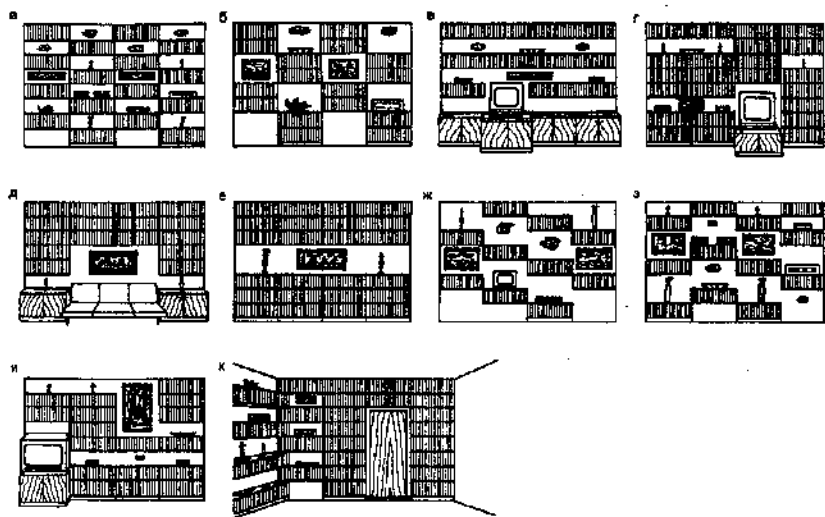

Рис. 182. Композиции из полок
**Композиции из полок.** С помощью книжных полок можно создать подлинно индивидуальный интерьер (рис. 182). И чем больше полок, тем разнообразнее композиционные возможности их использования. 12—16 штук для комнаты площадью 16—18 квадратных метров — количество вполне достаточное и для книг, и для различных предметов. Но даже 6—8 полок можно выразительно разместить в интерьере. Композиции из книжных полок заманчивы тем, что при относительно быстрой реализации эффект создания самобытного интерьера оказывается поразительным — настолько велико здесь количество вариантов компоновок, если умело использовать не только сами полки, но и образующиеся между ними пустоты — ниши, включая их в композицию как полноправные элементы.
Интерьер с книжными полками можно решить и углом (рис. 182, к), при этом полки располагаются подобно бревнам в рубленной избе.